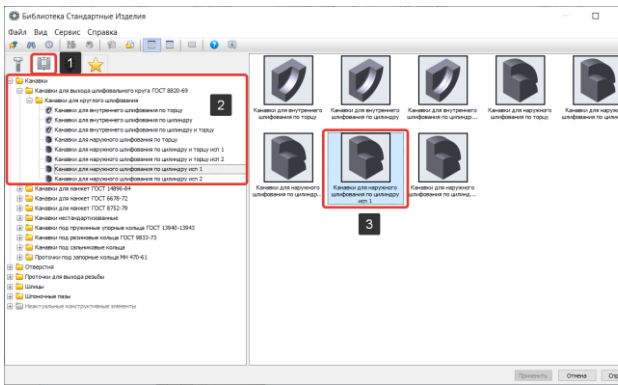

Рисунок 109 – Выбор типа канавки
- Во вкладке Конструктивные элементы (1). В области навигации (2) выберем Канавку для наружного шлифования по цилиндру исп. 1 (3) (Рисунок 109);